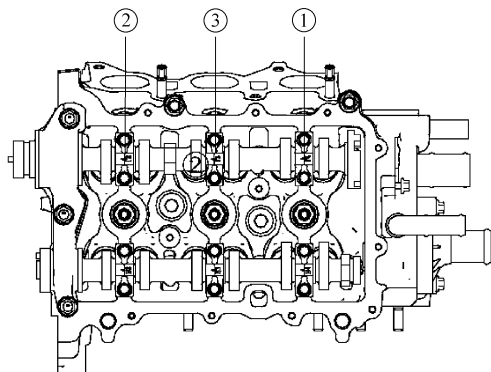

图 1-6 进气凸轮轴上的凸轮轴轴承盖螺栓拆卸
- 4) 分数次把进气凸轮轴上的凸轮轴轴承盖螺栓放松并将轴承盖拆下, 如图 1-6 所示。